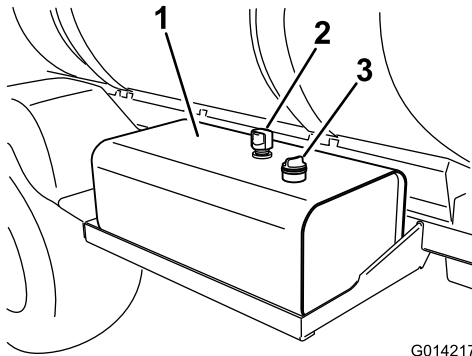

図 107
2. 油圧オイルタンクのディップスティックキャップ周辺をきれいに拭きキャップを外す 図 107